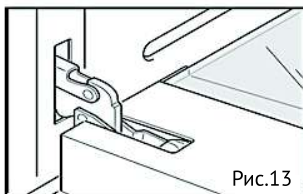

Рис.13
- Закройте фиксаторы в соответствии с рис. 13